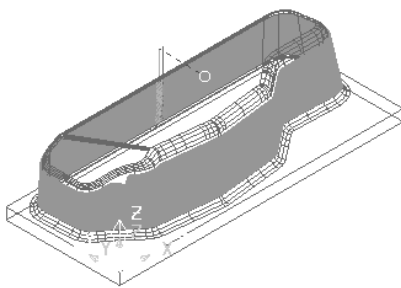

图 5-90 生成的刀具路径 5
2) 在“SWARF 精加工”对话框中单击“应用”按钮和“接受”按钮,确定参数并退出对话框,生成的刀具路径如图 5-90 所示。